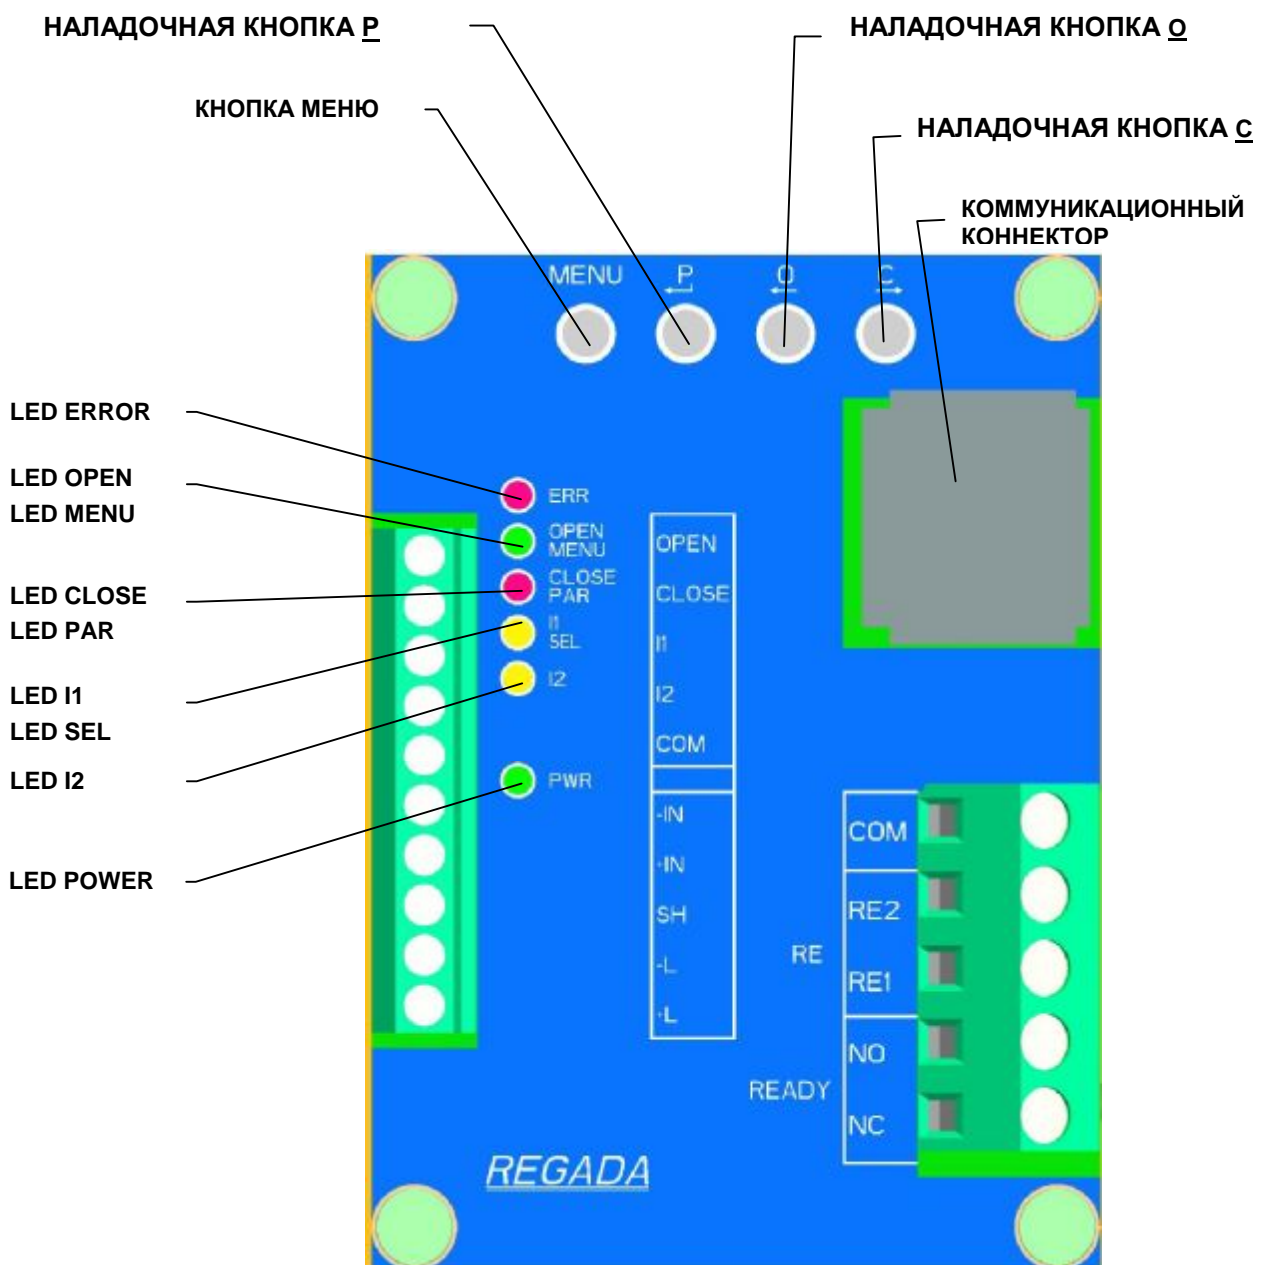

Рис. 6
Настройка осуществляется на механически и электрически присоединенном ЭП. Данная глава описывает настройку ЭП на параметры, которые заказчику позволяет программная оснастка. Размещение элементов настройки доски управления указано на **Рис.6** и **Рис.6а**.
- через кнопки блока управления (**Рис.6**) и **Рис.6а**
- 6 сигнальными диодами (LED диоды) по **Рис. 6** и **Рис.6а**.
Рис. 6а